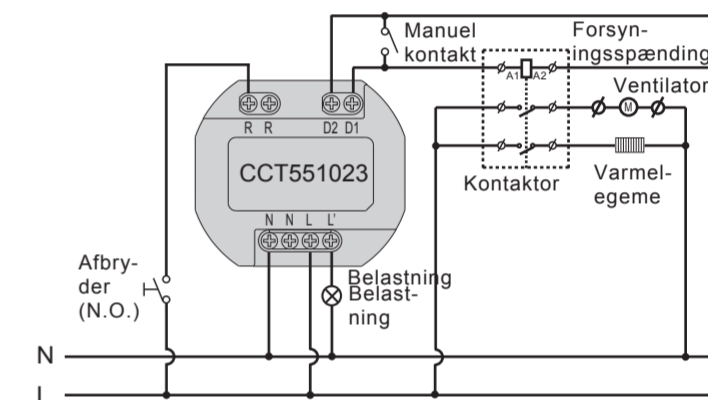
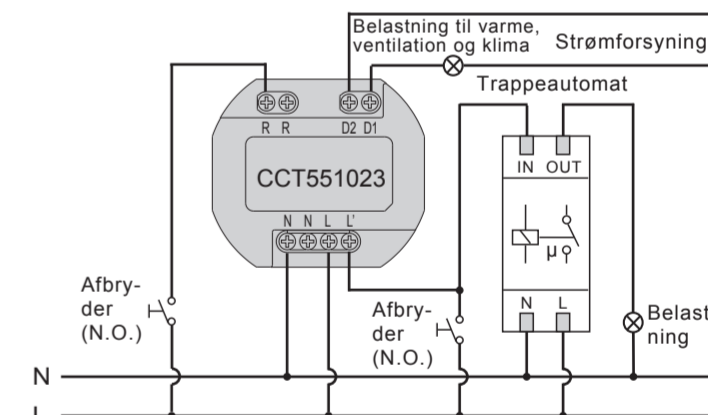
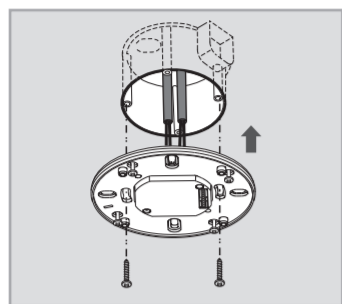
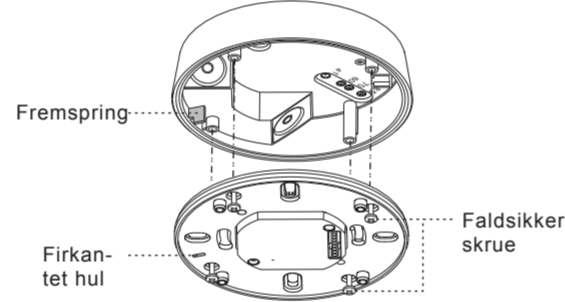

FIG. 5
FIG. 6
FIG. 9
FIG. 17
#### 4.3.1 CCT551023 til standardanvendelse (Se FIG. 5)
#### 4.3.2 CCT551023 styrer kontakt til trappeautomat (Tid1 skal indstilles til $\overline{I_{S1}}$ ) (Se FIG. 6)
4.4.1.3 Monter strømboksen i tilslutningsdåsen af europæisk standard med 2 skruer (Se FIG. 9).
4.4.2.3 Se den korrekte ledningsføring på illustrationen på FIG. 5 - FIG. 6, og skru derefter dækslet på strømboksen fast igen.
4.4.3.5 Se de korrekte tilslutninger af ledninger på strømskemaerne (Se FIG. 5 - FIG. 6). Der er et firkantet hul i fikseringspladen, når du lægger fikseringspladen på tilslutningsdåsen. Tilpas udsparringen til tilslutningsdåsens fremspring (Se FIG. 17). Monter derefter detektorhovedet på strømboksen ifølge FIG. 9, og saml det med de fastgjorte 4 faldsikre skruer.